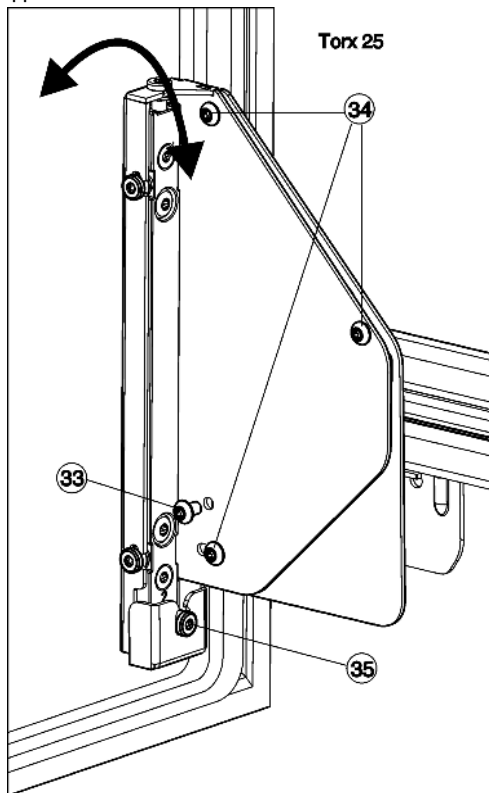

Fig. 26
- ▶ Полностью выкрутите винт Fig. 26 (33).
- ▷ Винт Fig. 26 (33) можно утилизировать, он больше не понадобится.
- ▶ Отпустите винты Fig. 26 (34) только на 1-2 оборота.
- ▶ Вращайте регулировочный винт Fig. 26 (35). По часовой стрелке: дверь вверху отклоняется от корпуса устройства. Против часовой стрелки: дверь вверху приближается к корпусу устройства, а внизу отходит от него.
- ▶ После окончания регулировки наклона снова прочно затяните все винты Fig. 26 (34).